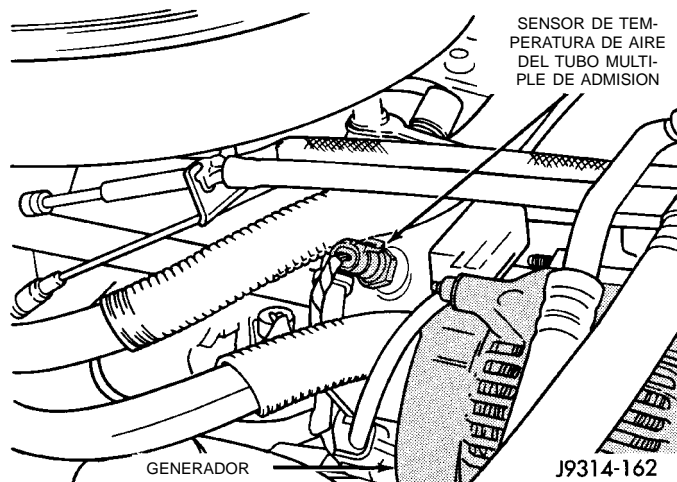

Fig. 27 Sensor de temperatura del aire—Motores de 5.2L/5.9L
(10) Verifique que todas las conexiones de las mangueras a todos los orificios de racores de vacío del tubo múltiple de admisión estén apretadas y no presenten fugas.
(11) Inspeccione el cable del acelerador, el cable de la mariposa de la transmisión (si está instalado) y las conexiones del cable del control de cruce (si está instalado). Compruebe que las conexiones de estos cables al brazo de la mariposa del cuerpo de mariposa no estén atascadas u obstruidas.
(12) Si el vehículo está equipado con reforzador de vacío del freno, verifique que la manguera del reforzador de vacío esté firmemente conectada a la conexión en el tubo múltiple de admisión. Compruebe también la conexión al reforzador de vacío del freno.
(13) Inspeccione la entrada del depurador de aire y del elemento filtrante para determinar si están sucios u obstruidos.
(14) Inspeccione la zona de la rejilla del radiador, las aletas del radiador y el condensador del aire acondicionado para determinar si existen obstrucciones.
(15) Verifique que el conector del cable del sensor de temperatura de aire del tubo múltiple de admisión esté firmemente conectado al conector del mazo (Fig. 27).